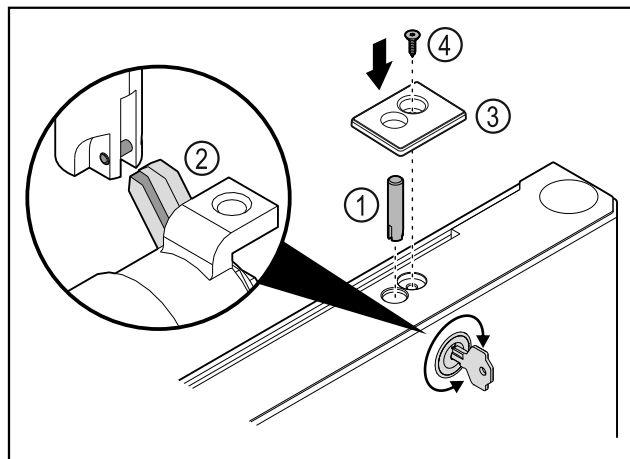

Fig. 41
- ▶ Nasadte čap zámku Fig. 41 (1).
- ▶ Zľahka otáčajte zámok, aby čap zámku Fig. 41 (2) zapadol do drážky zámku.
- ▶ Nasadte kryt Fig. 41 (3).
- ▶ Nasadte skrutku Fig. 41 (4).